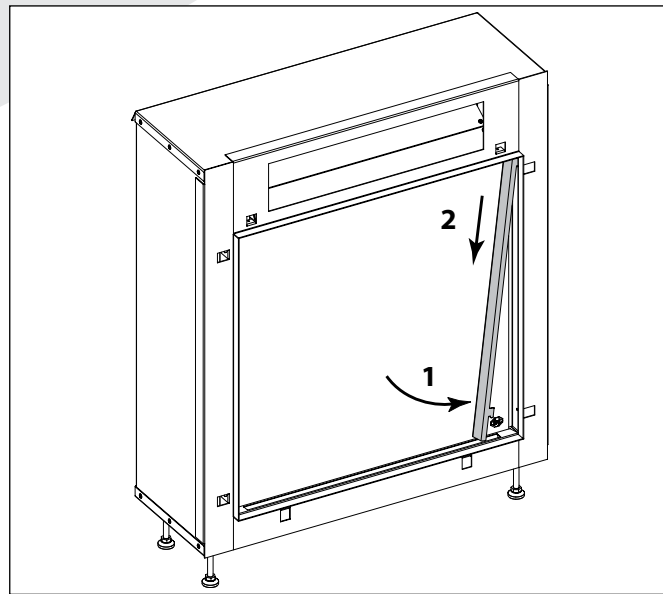

Abbildung 10
5. Setzen Sie den rechten Zierstreifen ein (**Abbildung 10**). Setzen Sie den linken Zierstreifen auf die gleiche Weise ein.